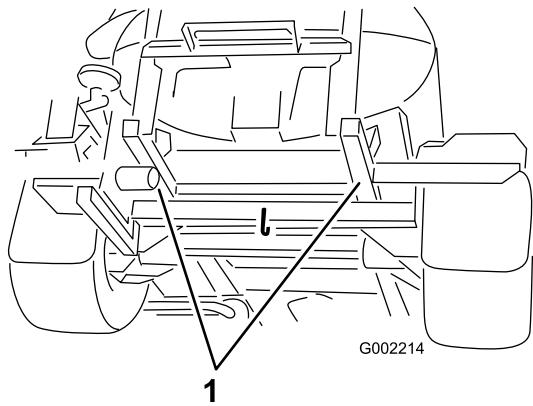

図 30
3. 燃料噴射ポンプについているエア抜きネジ(図 30)をゆるめる。